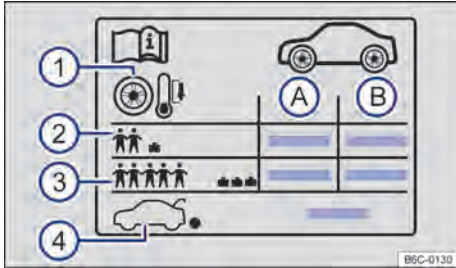

Fig. 153 Etiqueta con las presiones de los neumáticos
Indicaciones en la etiqueta de presión de los neumáticos → fig. 153:
- Adecuar la presión de los neumáticos según la carga del vehículo → fig. 153 ③.